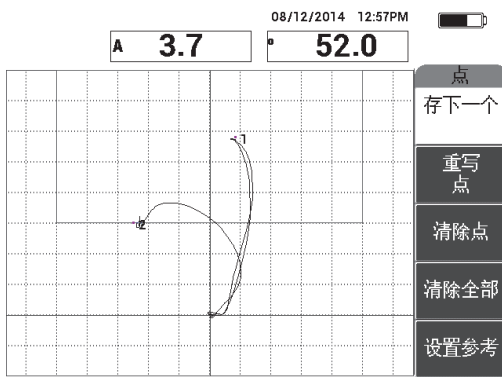

图 6-49 记录的第二个点
7. 慢慢地在第二个脱粘缺陷上滑动探头，然后按**存下一个** (A 键)，记录第二个点 (参见第 155 页的图 6-49)。